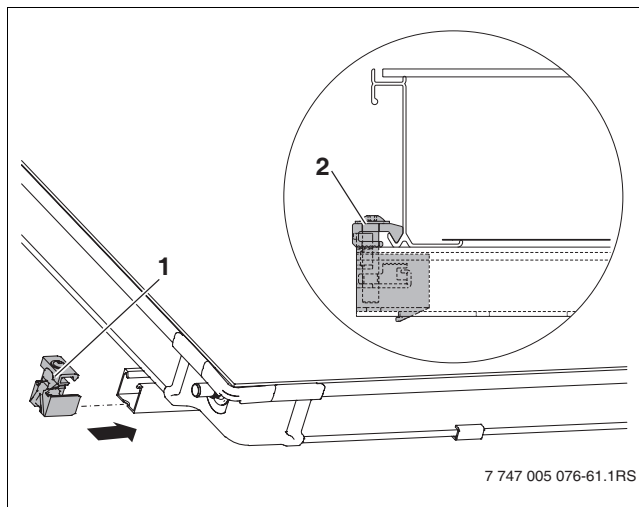

Bild 68 Kollektorspanner einfach links
- ▶ Kollektorspanner einfach (Bild 68, [1]) in die Enden der Profilschiene schieben.
- ▶ Kollektorspanner bis an den Kollektorrahmen schieben und mit Schlüssel SW5 verschrauben. Der Niederhalter (Bild 68, [2]) des Kollektorspanners greift jetzt in die untere Kollektorkante.